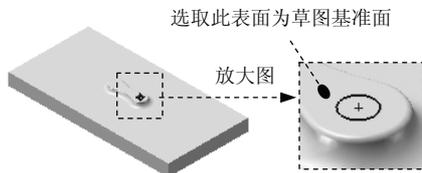

图 4.4.17 草图 3
(1) 选择命令。选择下拉菜单 **插入(I)** → **草图绘制** 命令。
(2) 定义草图基准面。选取图 4.4.17 所示的模型表面为草图基准面。
(2) 定义草图基准面。选取图 4.4.17 所示的模型表面作为草图基准面。